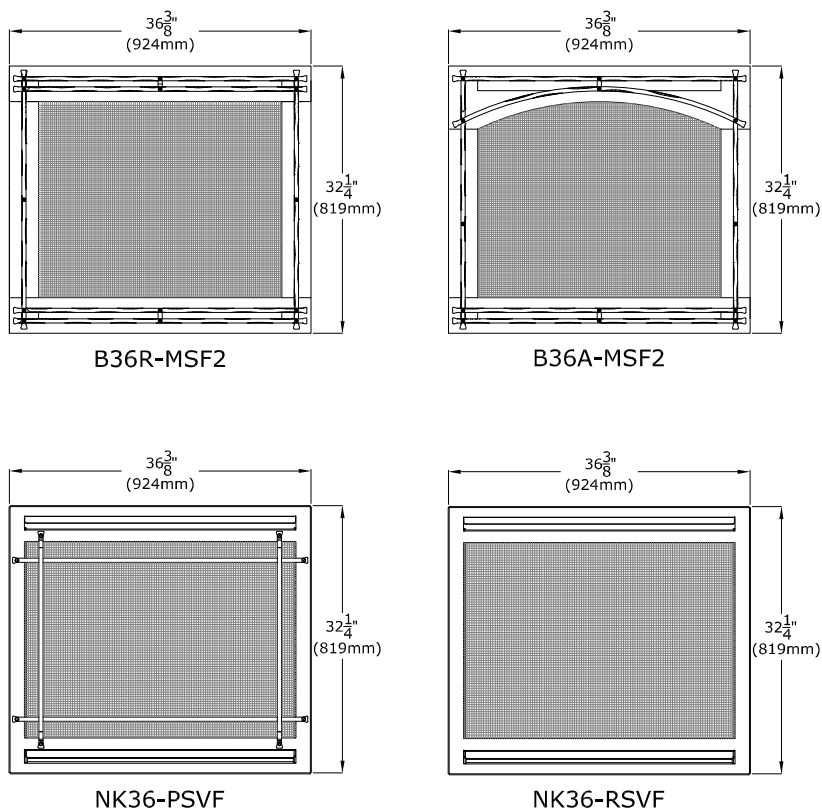
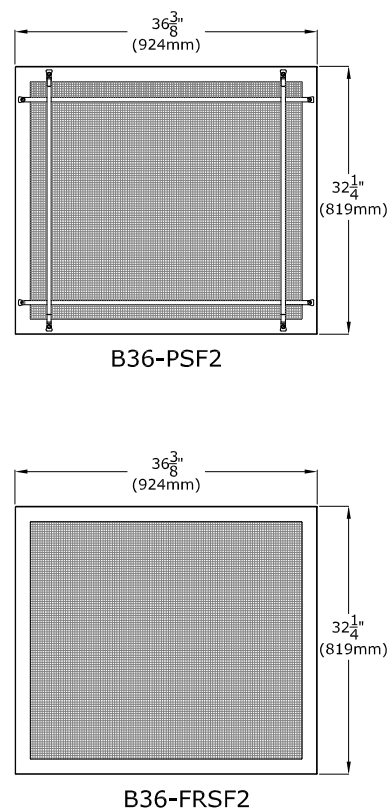

Figure 2.2 - Écrans pare-étincelles (Groupe 1)
Figure 2.3 - Écrans pare-étincelles (Groupe 2)
IMPORTANT : L'utilisation des écrans B36-PSF2 et B36-FRSF2 (Figure 2.3) est approuvée SEULEMENT lorsque le foyer Nordik 36 DV est installé avec un kit Komfort Zone approuvé. Les kits approuvés sont les kits KZK-036 et KZK-1510A.
Les (4) écrans pare-étincelles montrés à la Figure 2.2 sont approuvés pour toutes les options d'installation.
- L'installation standard sera décrite aux sections du manuel marquées « Installation standard » et doit être suivie si aucune option d'installation (cavité ventilée ou kit Komfort Zone) n'est utilisée. La hauteur minimum du plafond et de l'enceinte du foyer doit être de 72 po (1829 mm) pour une installation standard. Seuls les écrans pare-étincelle de la Figure 2.2 sont permis pour cette option d'installation.
- Le kit Komfort Zone (KZK) permet de redistribuer la chaleur radiante à travers le(s) plénum(s). Ceci permet d'avoir des matériaux de façade combustibles au-dessus du foyer, de réduire la chaleur pour une télévision au-dessus du foyer et de réduire les dégagements du manteau du foyer. Voir la Section 4.0 Systèmes de distribution de chaleur. Si vous installez un kit Komfort Zone (KZK-036 ou KZK-1510A), les exigences d'encadrement peuvent différer des dimensions d'encadrement standard de cette section. Veuillez consulter le manuel fourni avec votre kit, avant de faire l'encadrement du foyer et toutes autres considérations d'installation. La hauteur minimum du plafond et de l'enceinte du foyer doit être de 82 po (2083 mm) pour l'option du kit Komfort Zone (KZK). Les écrans pare-étincelles de la Figure 2.2 sont permis pour toutes options d'installation, alors que les écrans pare-étincelles de la Figure 2.3 ne sont permis qu'avec un kit Kozy Zone approuvé.